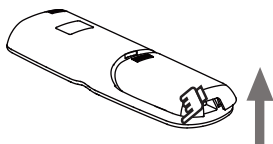

Imagen 2.7
2) Levante la tapa de las pilas por el extremo inferior izquierdo para abrirla (consulte la Imagen 2.7);